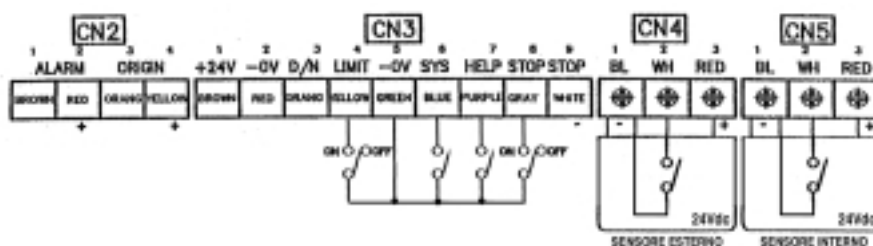

Fig6
- 6 - Per gli altri collegamenti fate riferimento allo schema in Fig.6 e al manuale del programmatore della porta JVOP-100.